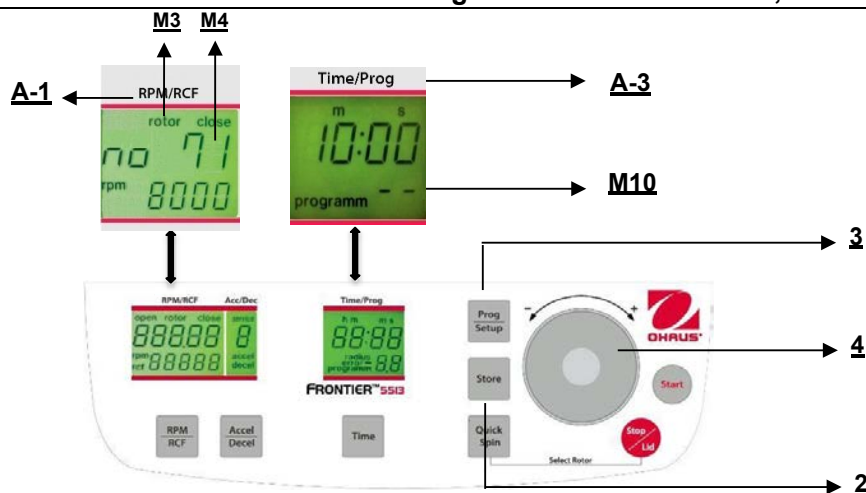

Figure. 22
Pour rappeler des programmes mémorisés, appuyer sur la touche **"Prog/Setup"** (3) (voir la figure 22) alors que le couvercle est déjà fermé. Sur l'affichage **"Time/Prog"** (A-3), le mot **"programm -"** (M10) apparaît. Le numéro de programme désiré peut être présélectionné avec le cadran de réglage (4).
Pour quitter le mode de programmation, appuyer simplement sur la touche **"Prog/Setup"** (3) (voir la figure 22). Sur l'affichage **"Time/Prog"** (A-3), le mot **"programm"**(M10) apparaîtra.